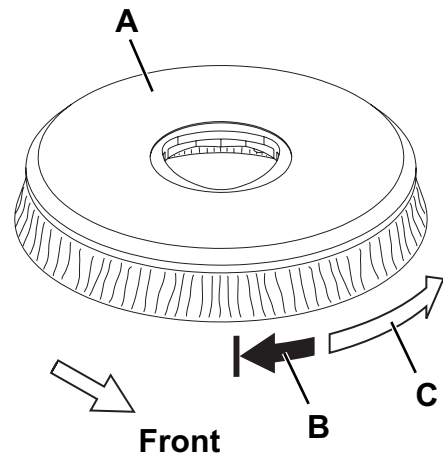

Figure 7
- Avec la tête (13) soulevée, saisir la brosse / plateau support disque (A, Fig. 7) et la tourner dans le sens contraire au sens de rotation (B), puis dans le sens de rotation (C) pour la décrocher.